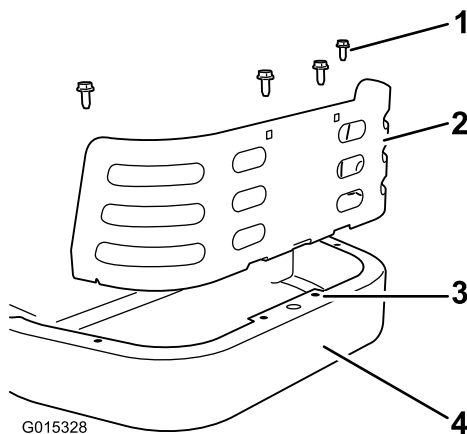

Figura 10
1. Instale el protector trasero en el bastidor, detrás del motor (Figura 10). Alinee los taladros de las pestañas del protector con los taladros existentes del bastidor trasero.
2. Sujete el protector al bastidor con cuatro tornillos autorroscantes (5/16 x 3/4 pulgada) según se muestra en Figura 10.